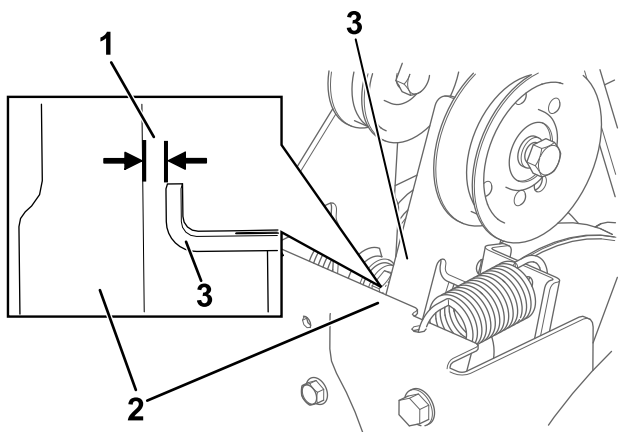

Figure 28
3. Lorsque le levier de commande de la vis sans fin/turbine est désengagé, vérifiez qu'il existe un écart de 1,5 mm entre le bras d'embrayage de la vis sans fin et le cadre de la machine, comme montré à la Figure 28.